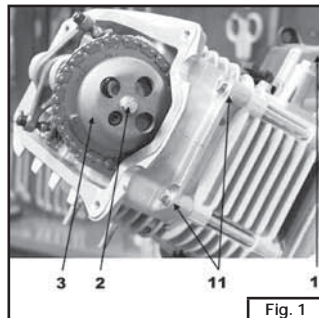

Fig. 1
- Allentare, ma non togliere la vite che fissa la campana dell'albero a camme (Fig.1-part.2).
- Allentare il dado centrale del tendi catena della distribuzione (Fig.1-part.1).
- Smontare la campana (Fig.1-part.3).
- Loosen but do not remove the screw that connects the camshaft bell (Fig.1-part.2).
- Loosen the central nut on the gearing chain tightener (Fig. 1 - part. 1).
- Remove the bell (Fig. 1 - part. 3).
- Desserrez mais ne pas enlever la vis qui fixe la cloche de l'arbre à cammes (Fig.1-det.2).
- Desserrez l'écrou central du tendeur de chaîne de la distribution (Fig. 1 - det. 1).
- Démontez la cloche (Fig. 1 - det. 3).
- Togliere la vite esterna (lato catena) M6 che fissa la testa al basamento (Fig.1-part.11).
- Remove the outside screw M6 (chain side) that connects the head to the crankcase (Fig.1-part.11).
- Enlevez la vis extérieure (côté chaîne) M6 qui fixe la culasse au carter moteur (Fig.1-det. 11).